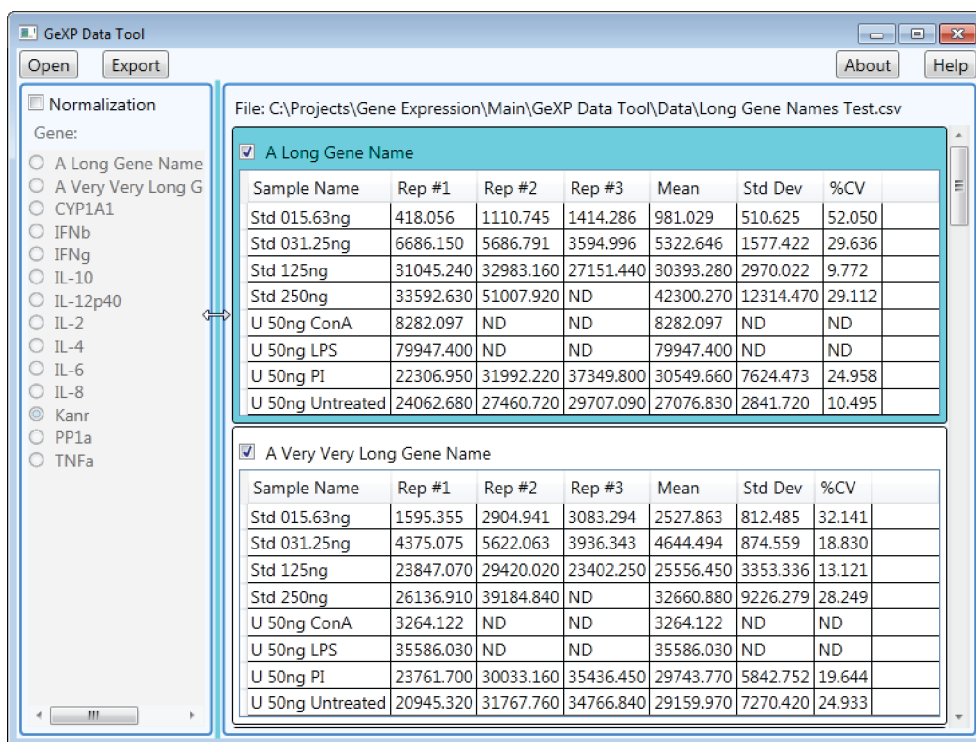

图 7.27 必要时会显示水平滚动条
窗口（图 7.27）中显示校准基因名称列表的区域可以扩大到显示最长名称所需的宽度。使用两个区域间的调整控件（即，拆分栏），可以调整分配两个区域的宽度。必要时会显示水平滚动条，以查看所有数据。
1. 单击 **Export**（导出）按钮。请参见图 7.27。